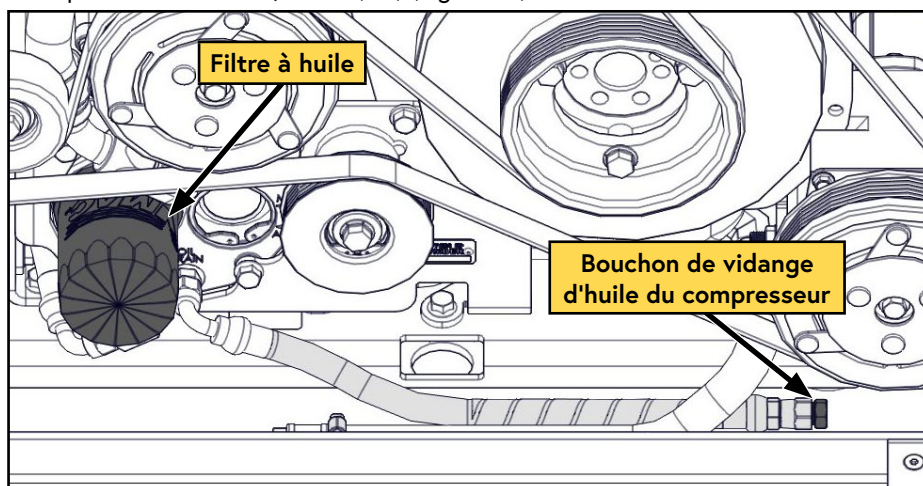

Figure 32 — Filtre à huile du compresseur
- ☐ Retirez le bouchon de vidange d'huile et vidangez l'huile dans un récipient d'une capacité d'au moins 1,6 USG (6 L) (Figure 32).
- ☐ Retirez le filtre à huile (Figure 32).